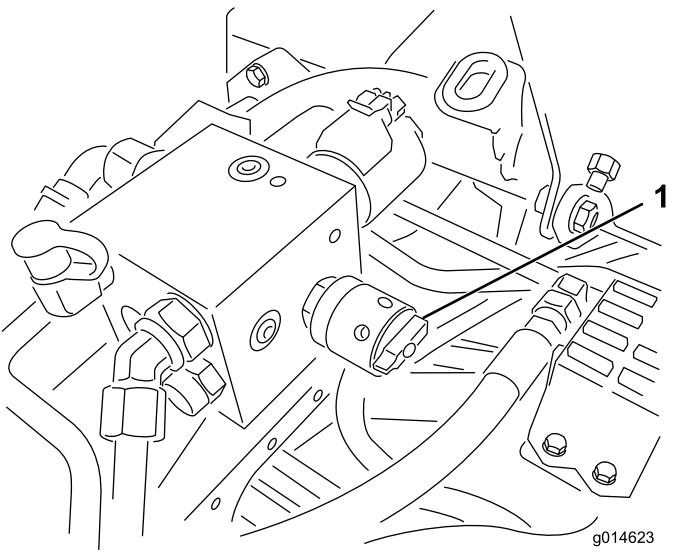

Figura 50
4. Regolate la velocità dei cilindri ruotando la manopola (**Figura 50**) fino a quando le frecce degli indicatori non sono allineate con il numero determinato al passaggio **3**.